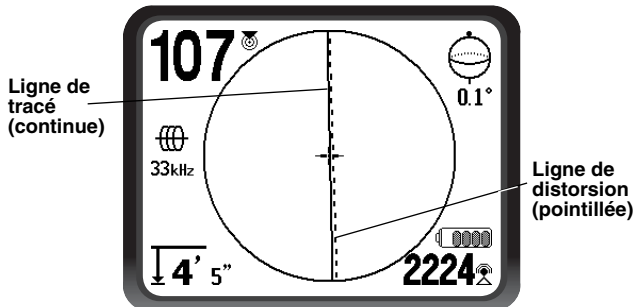

Figure 27 – Localisation à haute probabilité
2. Observez indicateurs de proximité et d'intensité de signal pour vous assurer que le NaviTrack II reçoit bien le signal transmis (*se reporter à la Figure 27*). Le signal devrait atteindre sa crête à l'aplomb de la ligne, et chuter de part et d'autre. L'indicateur d'angle de signal sera proche de zéro lorsque le NaviTrack II se trouve directement à l'aplomb de la conduite.
3. Lors du traçage, l'orientation de la conduite ou du câble sera indiquée à l'écran par deux lignes, une continue, l'autre pointillée. La ligne continue (ligne de tracé) correspond au signal reçu par la boule d'antenne inférieure, tandis que la ligne pointillée (ligne de distorsion) correspond à celui reçu par la boule d'antenne supérieure (*Figure 27*).